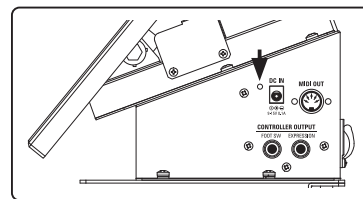
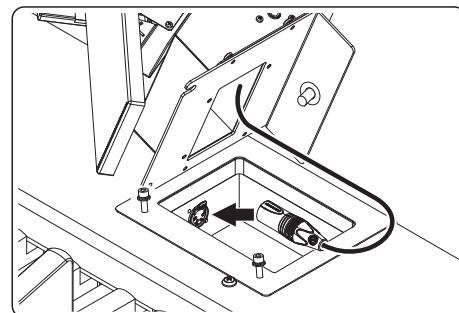

図1
図2
- ◆ H-BUSケーブルを使用している場合: ペダル鍵盤ユニットのキーを演奏しながらエクスプレッション・ペダル・ユニットのLED(図1)の点灯を確認してください。点灯しない場合は、ペダル鍵盤ユニットとエクスプレッション・ペダル・ユニット間のH-BUSケーブルの接続を確認してください(図2)。
- ◆ MIDIを使用している場合: エクスプレッション・ペダル・ユニットのLED(図1)がゆっくり点滅している場合は、ペダル鍵盤ユニットとエクスプレッション・ペダル・ユニット間のH-BUSケーブルの接続を確認してください(図2)。